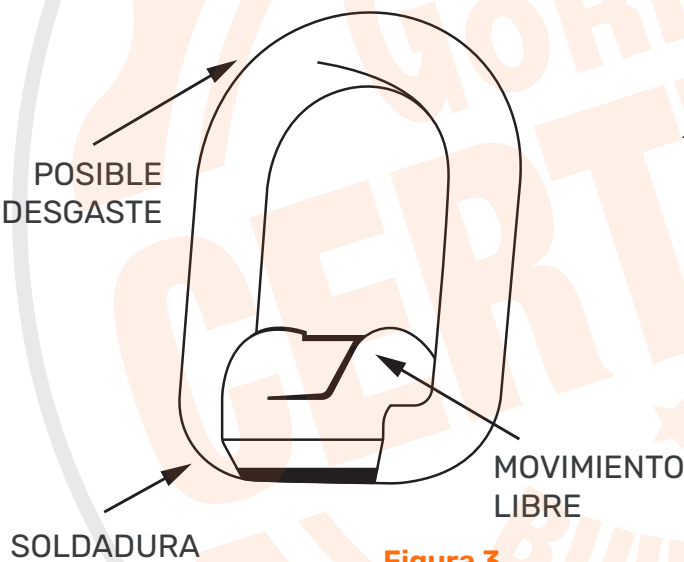

Figura 3.
- Inspeccione regularmente los sectores claves del cáncamo soldable (Figura 3).